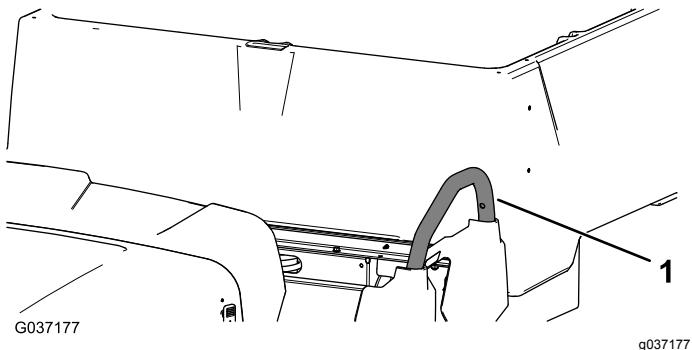

Figura 9
3. Retire os três parafusos e três porcas que prendem o corrimão esquerdo e retire-o (Figura 9).
- Instale o corrimão esquerdo previamente removido utilizando os três parafusos e três porcas (Figura 9).